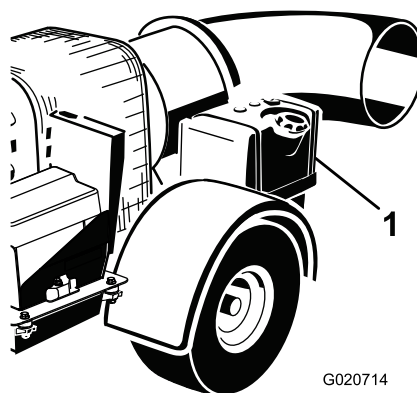

Figure 10
2. Nettoyez la surface autour du bouchon du réservoir de carburant et enlevez le bouchon (Figure 10).